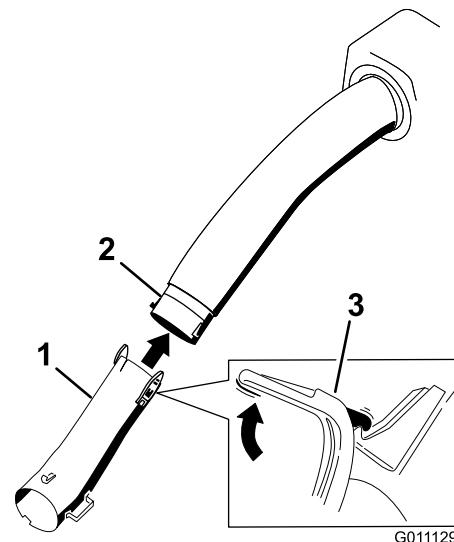

Figura 20
2. Installate il tubo inferiore nel tubo centrale in modo che vi sia una sovrapposizione di 63,5 mm (Figura 20).
13. Rimuovete la bulloneria e il tubo centrale dal tubo inferiore (Figura 20).
15. Installate senza serrarli i tubi inferiore e centrale con 3 bulloni (#10 x 3/4 poll.), 3 rondelle piane (7/32 poll.) e 3 dadi di bloccaggio (#10) (Figura 20).